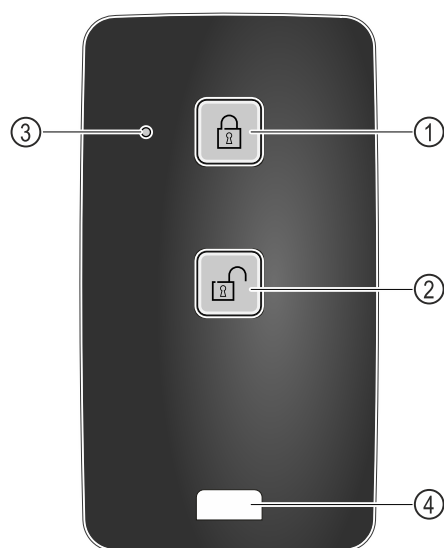

Fig. 219
- Vajutage kaugjuhtimispuldil klahvi Fig. 219 (1).
- Vajutage kaugjuhtimispuldil klahvi Fig. 219 (2).
- Oleku-LED Fig. 219 (3) annab klahvivajutuse korral visuaalse tagasiside.
- Aas Fig. 219 (4) kaugjuhtimispuldi kinnitamiseks, näiteks võtmekimbu külge.